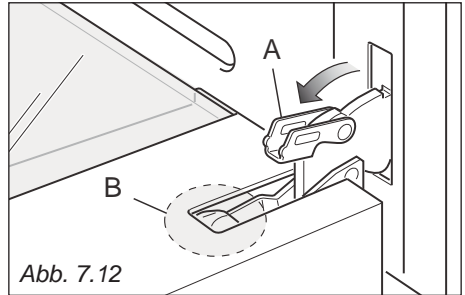

Abb. 7.12
- Den Hebel "A" des rechten und des linken Scharniers vollkommen öffnen (Abb. 7.12).
- Die Tür langsam schließen (Abb. 7.12) bis die Hebel "A" des rechten und des linken Scharniers aus dem Teil "B" der Tür ausrasten (Abb. 7.13).